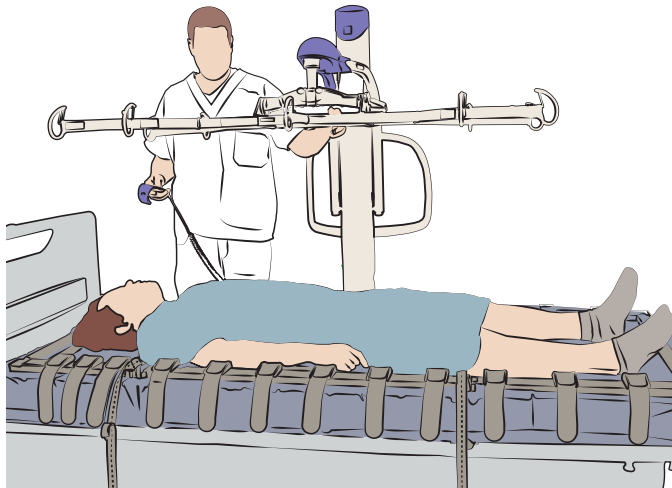

Fig. 11
2. Alinee el centro del bastidor más o menos sobre el ombligo del paciente. Vea la fig. 11